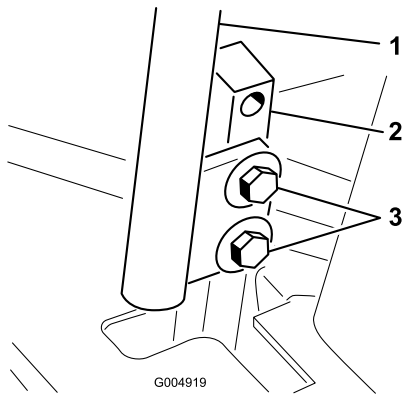

Figura 66
3. Solte os parafusos que prendem as alavancas de controlo (Figura 66)